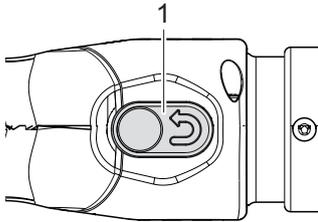

Fig. 12: Press Reset button
1. Press the reset button (Fig. 12/1).